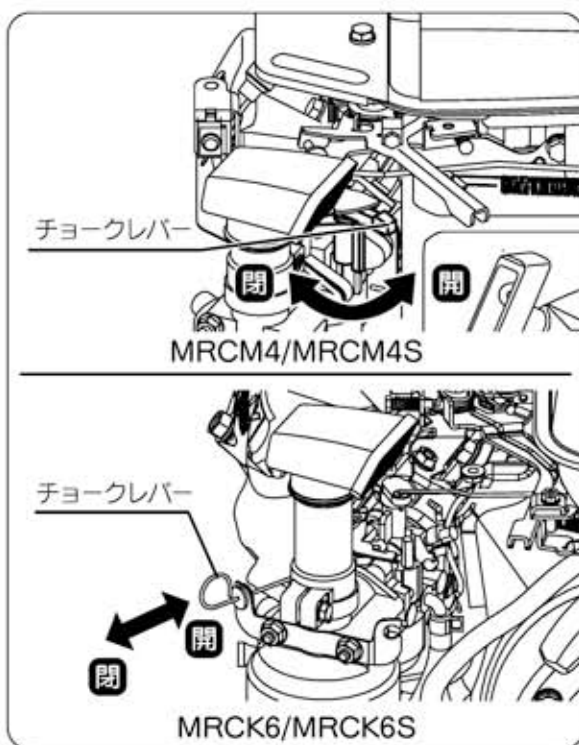

図26
- ⑤ 外気温がおよそ15℃以上のときには、チョーク操作は不要です。それ以外のときには、チョークレバーを【全閉】位置にします。一度暖まったエンジンを始動するときには、チョークレバーを【開】または【半開】位置にしてください。(図26)